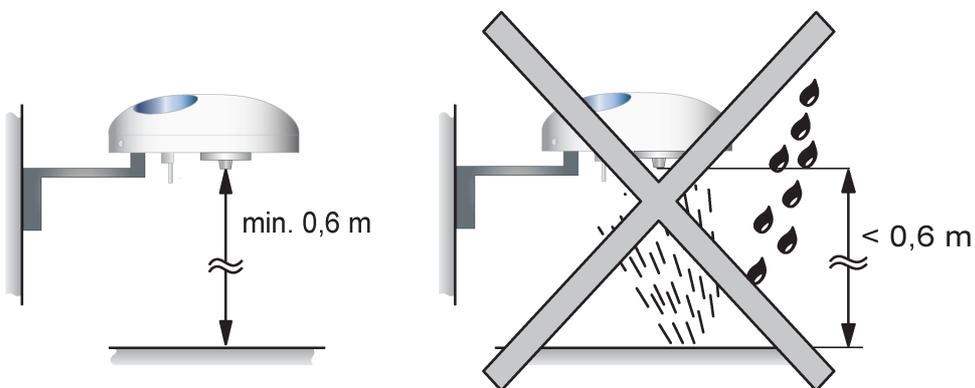

Bild 2: Mindestabstand zu Oberflächen
- Den der Wetterstation Universal beiliegenden Befestigungsarm an einer geeigneten Wand anbringen. Dabei ist zwingend der Mindestabstand zu darunterliegenden Oberflächen (Bild 2) zu beachten.